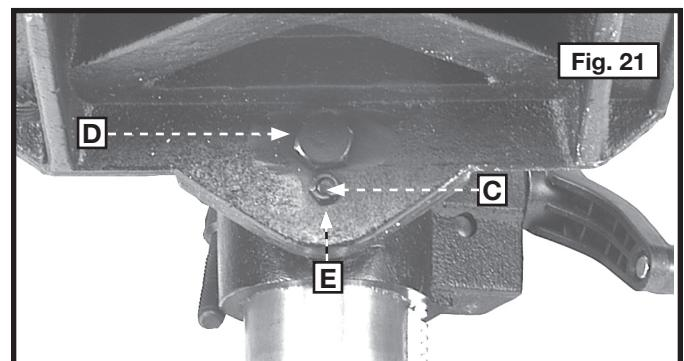

Fig. 21
- Puede inclinar el banco hacia la derecha o la izquierda al retirar el perno de alineación del banco (C) Fig. 21.